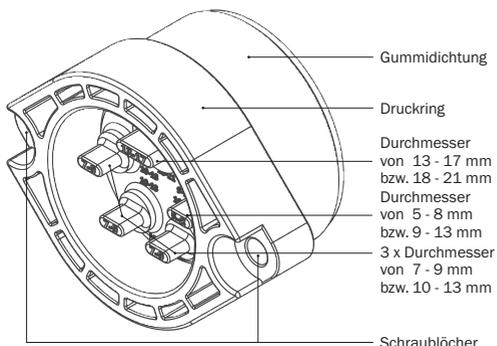

Abbildung 16.2: **KRASO® BKP - Wand - Dichteinsatz - Telekommunikation** - Blindstopfen mit Durchmessern
- Entfernen Sie die Blindstopfen des **KRASO® BKP - Wand - Dichteinsatz - Telekommunikation** - entsprechend der ermittelten Durchmesser (s. Abbildung 16.2).